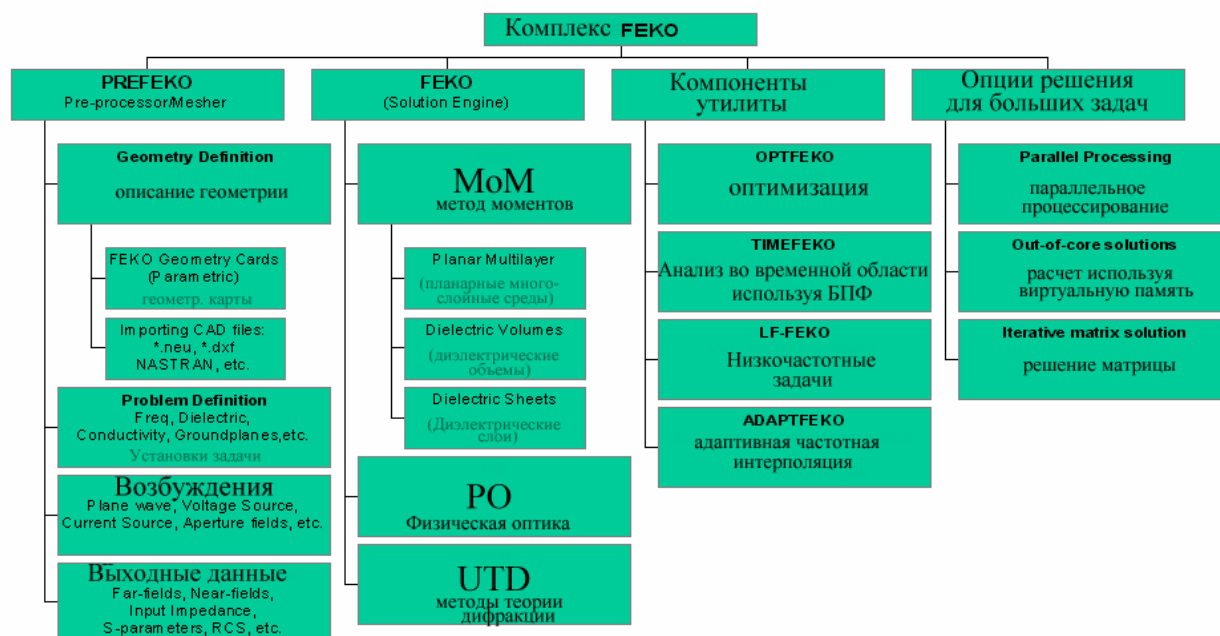

Рис. 2.2. Композиция комплекса FEKO
Задачи, включающие большие объекты, обычно решаются с помощью метода физической оптики (PO) и её вариантов, или используя однородную теорию дифракции (UTD). В комплексе FEKO (рис. 2.2) эти решения объединяются с MoM на уровне матрицы взаимодействий.